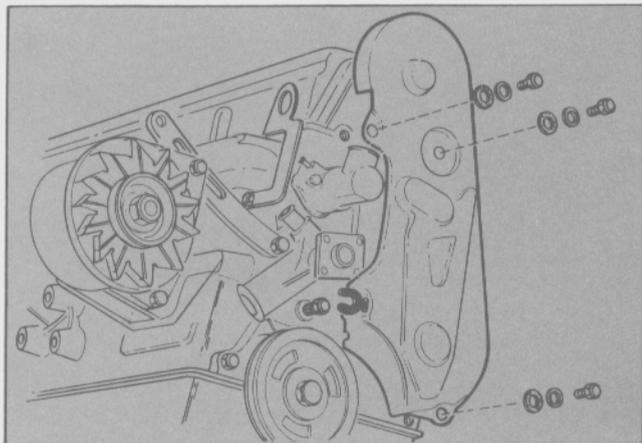

Fig. 122 - Instalación del protector de la distribución
- Montar el protector de la distribución (Fig. 122).